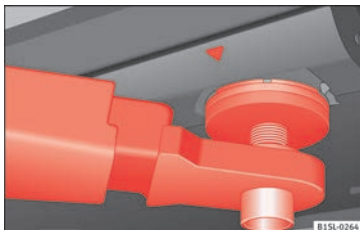
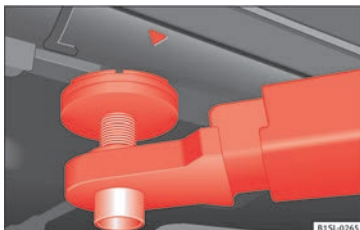

Bild 232 Främre fästpunkter för att höja upp bilen med en lyftplattform eller domkraft
Bild 233 Bakre fästpunkter för att höja upp bilen med en lyftplattform eller domkraft
Använd alltid fästpunkterna i figurerna » **bild 232** och » **bild 233** när du lyfter bilen. Om bilen inte lyfts vid dessa punkter kan den skadas allvarligt » **!** eller så kan det leda till allvarliga personskador » **Δ**.
- Använd endast fästpunkterna i figurerna » **bild 232** och » **bild 233** när du lyfter bilen. Om bilen inte lyfts vid de angivna punkterna kan den falla ner från plattformen medan t.ex. motorn eller växellådan demonteras.